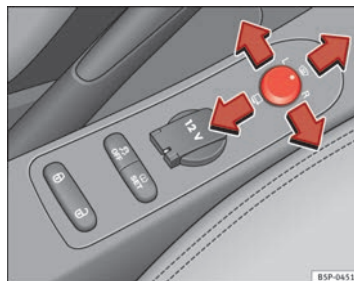

Abb. 91 Drehknopf für Außenspiegeleinstellung ▶
1. Drehen Sie den Drehknopf ⇒ **Abb. 91** zunächst in Stellung **L (linker Außenspiegel)**.
- Drehen Sie den Drehknopf ⇒ **Abb. 91** in Stellung , um die Außenspiegel anzuklappen. Sie sollten die Außenspiegel immer anklappen, wenn Sie eine automatische Waschanlage durchfahren, um Beschädigungen zu vermeiden.